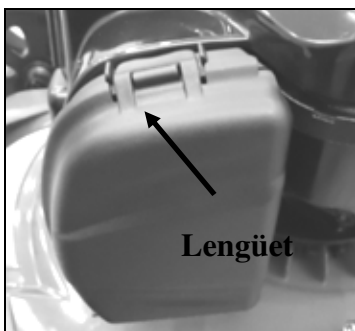

Fig.14A
1. Levante la lengüeta en la parte superior de la tapa del filtro. (Fig.14A)